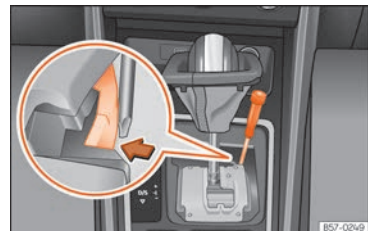

Abb. 53 Wählhebel: Notentriegeln der Parkstellung
- Drücken Sie seitlich mit Hilfe des Schraubendrehers auf die gelbe Entriegelungstaste und halten Sie sie gedrückt  **Abb. 53.**